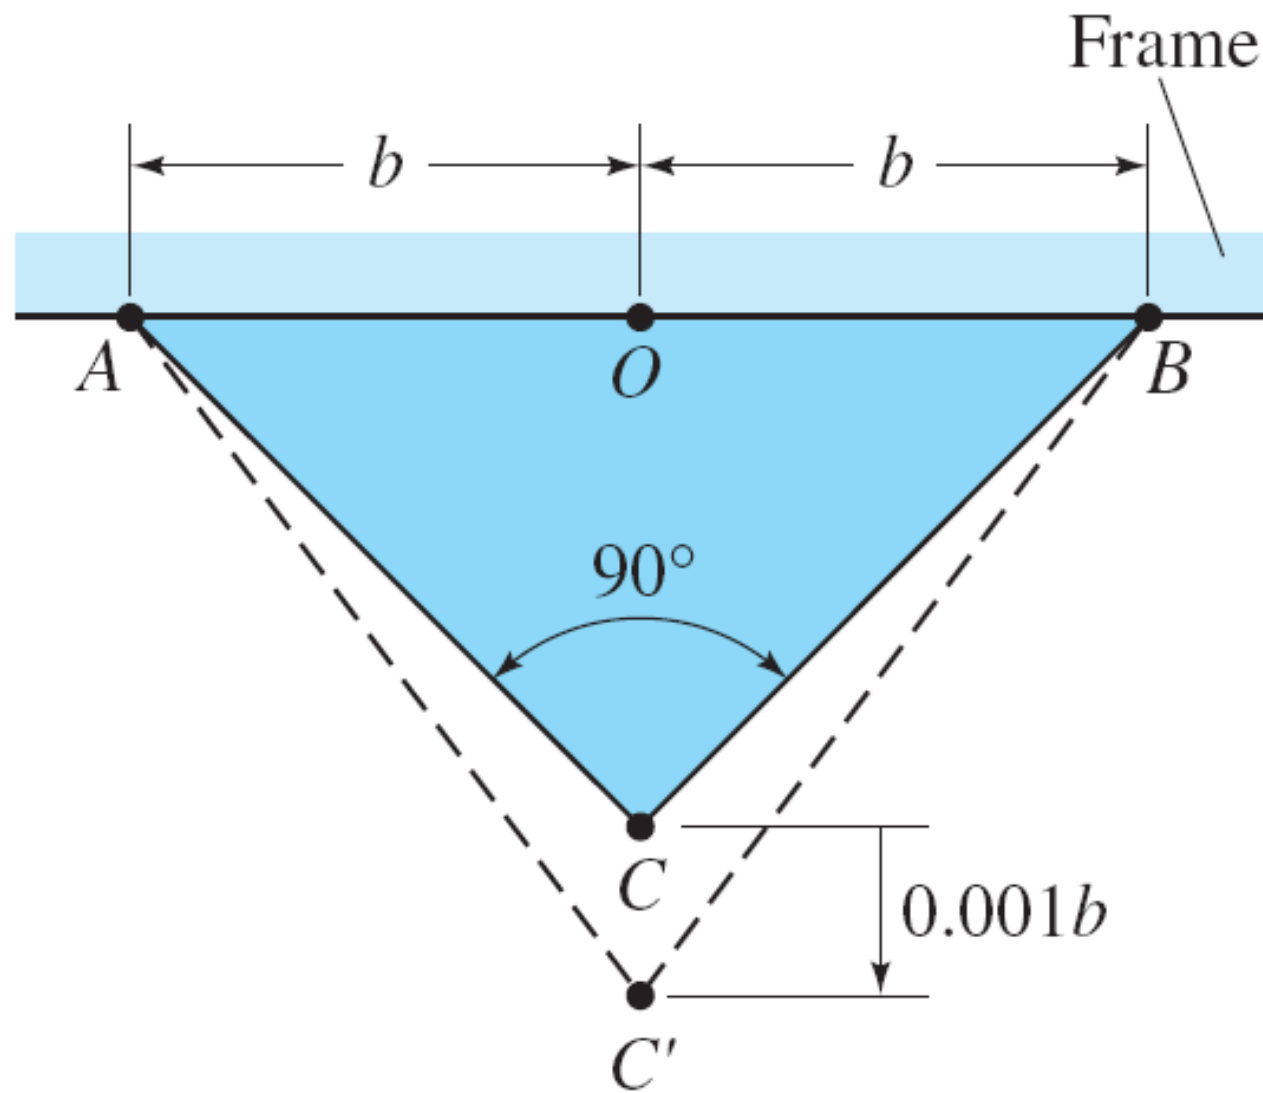

FIGURE 3.6 Deformation of a triangular plate.
- Dado: Uma placa triangular fina ABC é uniformemente deformada resultando na forma ABC' , como mostrado pela linha pontilhada. (Figure 3.6)